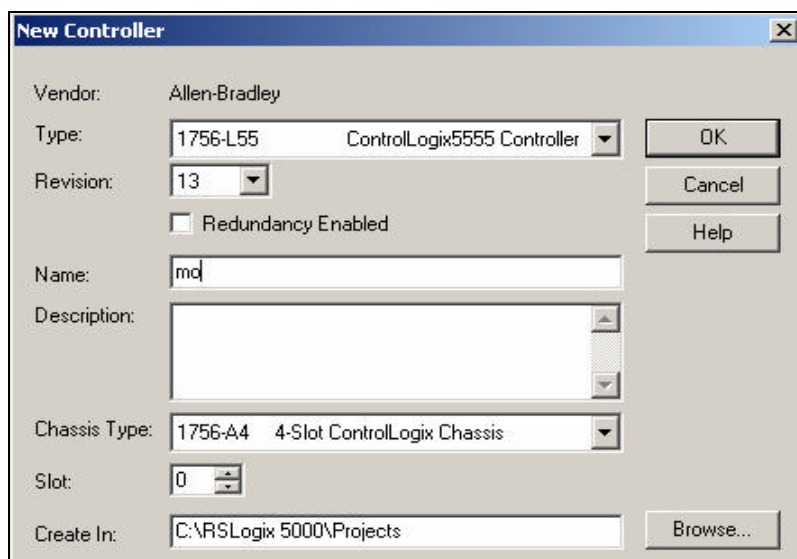

图 3-44 新建控制器项目
29. 单击 File->New 创建新项目。配置好的画面如图 3-44 所示: